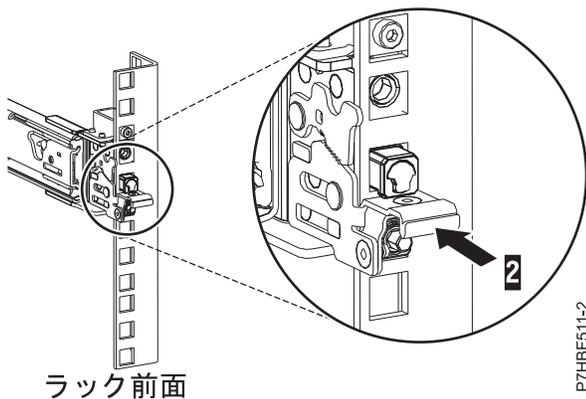

図 6. ラックの前面レールに取り付けられたラッチ
7. スライド・レールを前方に引きながら、3つのピンがラックの穴から突出していることを確認した後に前面ラッチ (2) を最後まで押し込みます。詳しくは、図 6 を参照してください。